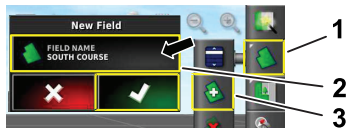

Bild 5
3. Tippen Sie auf das Symbol mit dem Bereichsnamen, geben Sie den Bereichsnamen ein und tippen Sie auf das grüne Häkchensymbol (Bild 5).